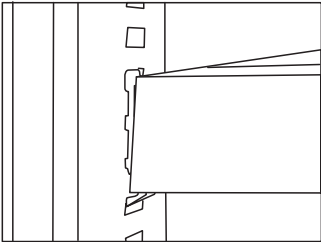

Abb. 9B
3. Boden wieder in den Schrank einsetzen. Sicherstellen, dass die Tragarme in gleicher Höhe angebracht sind (Abb. 9B).